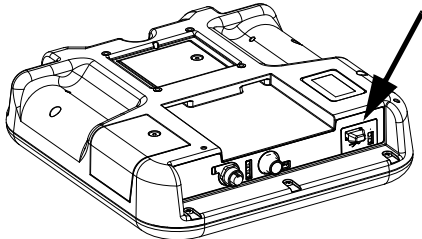

FIG. 65: Porta USB ADM
1. Inserire l'unità di memoria flash USB nella porta USB. Vedere FIG. 65.